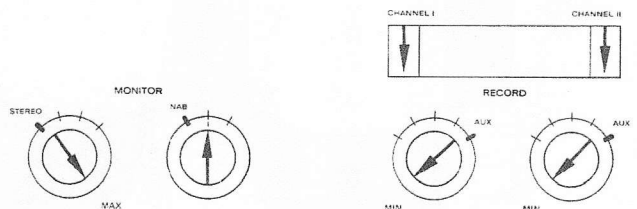

Bild 6.4.–62
– Bedienungselemente nach Bild 6.4.–62 einstellen.